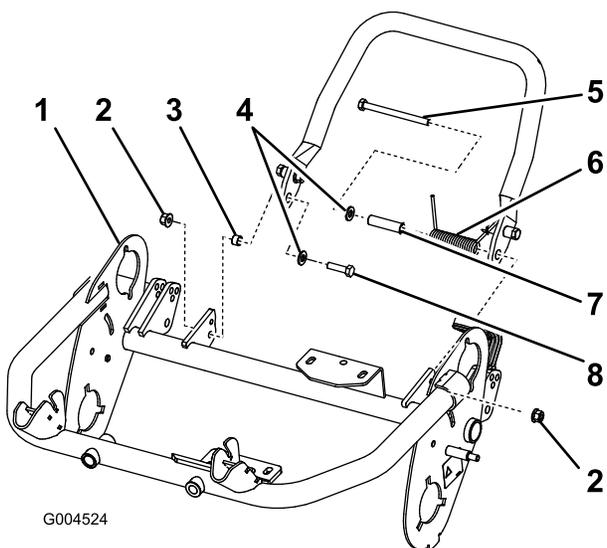

Figure 9
- Placez une rondelle (M8) sur le petit boulon (M8-1,25 x 030). Fixez le côté droit de la béquille au châssis avec le boulon et la rondelle, la petite entretoise et le contre-écrou (M8-1,25) (Figure 9). Assurez-vous que le boulon est fixé du côté intérieur du châssis comme illustré (Figure 9).
Important: Lorsque vous montez le ressort, placez une de ses extrémités sous le châssis arrière (Figure 9).
- Fixez le côté gauche de la béquille au châssis avec le boulon et la rondelle, la grande entretoise et le ressort, et le contre-écrou (M8-1,25) (Figure 9). Assurez-vous que le boulon est fixé du côté intérieur du châssis comme illustré (Figure 9).